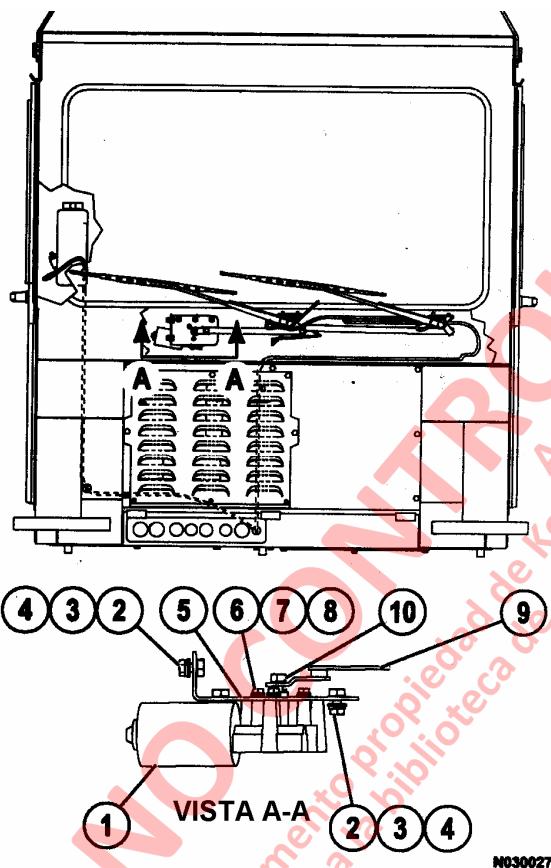

FIGURA 3-1. LIMPIAPARABRISAS
3. Mientras mantiene estacionaria la articulación, saque la tuerca (10, Figura 3-1), y desconecte la articulación desde el motor.
4. Saque tres pernos (6) con golillas que sujetan el motor del limpiaparabrisas a la placa (5). Saque el conjunto del motor.
1. Coloque el motor del limpiaparabrisas (1, Figura 3-1) en posición en la placa (5).
2. Instale tres pernos (6) con golillas planas (7) y golillas fijadoras (8). Apriete los pernos con un torque de **8-9 N.m (71-79 in. lbs.)**.
3. Alinee el eje de salida del motor con la articulación del limpiaparabrisas. Instale la tuerca (10) y mientras mantiene estacionaria la articulación, apriete la tuerca con un torque de **22-24 N.m (16-18 ft. lbs.)**.